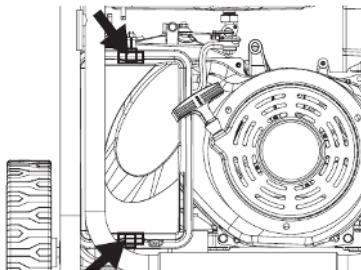

Figura 21 - Desenganche del filtro de aire
3. Desenganche los clips de la parte superior e inferior de la cubierta del filtro de aire (Figura 21).